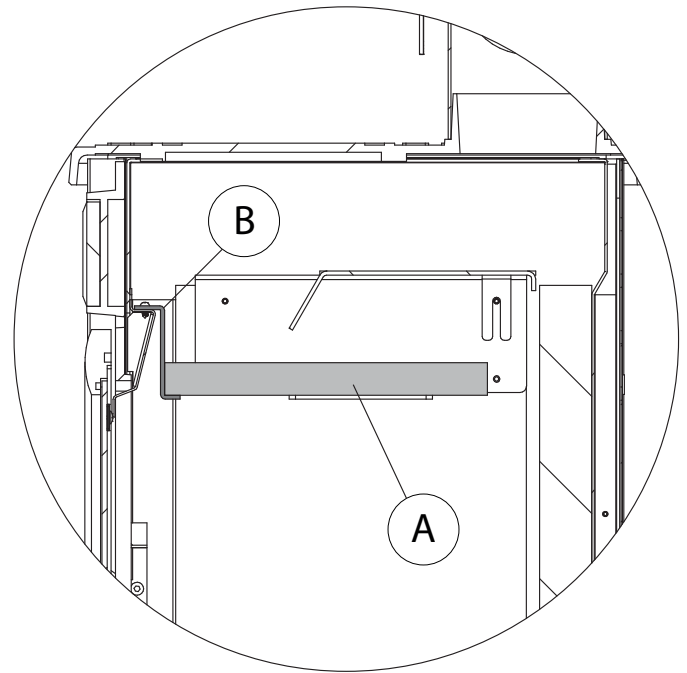

Abb. 6.2c
- Überprüfen, dass die internen Schamottsteine (A), die sich oben in der Brennkammer befinden, vollkommen auf der Halterung aufliegen (B) (**Abb. 6.2c**);